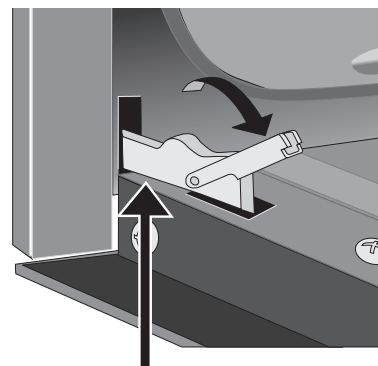

Figure 40: Déverrouillez les charnières pour retirer la porte
2. Abaissez complètement les verrous des charnières de gauche et de droite du cadre du four vers la porte du four (Figure 40). Vous pourriez avoir besoin d'un petit tournevis à tête plate.